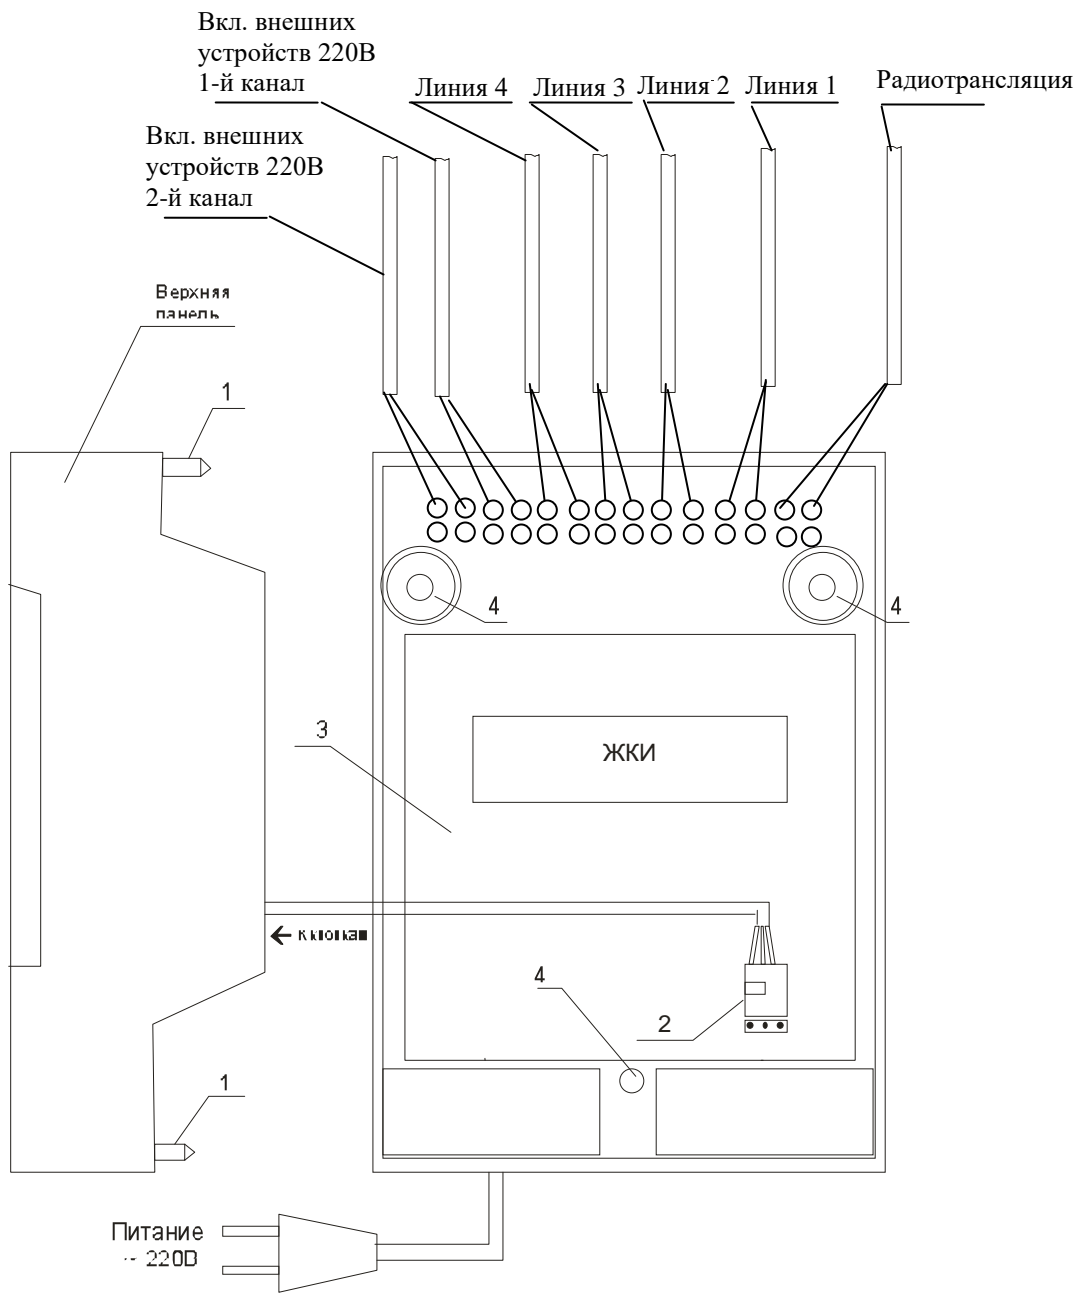

Рис. 1
4.1 Выверните четыре винта 1, расположенных на верхней панели ЧС (см. Рис.1). Осторожно снимите верхнюю панель и отсоедините разъем 2, соединяющий кнопки с печатной платой 3.
- линии вторичных часов №№ 1, 2, 3 и 4, а также линию радиотрансляции в соответствии со схемой рис.1;
- линию включения внешних устройств первого канала в соответствии со схемой рис.1 и 2;
- линию включения внешних устройств второго канала подключите по такой же схеме как для первого канала; клеммы подключения второго канала находятся слева от клемм первого канала как показано на рис.1.